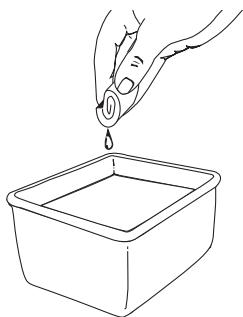

Fig. 20
- Lave el filtro con agua y detergente (Fig. 20). Enjuague bien el filtro y déjelo secar.